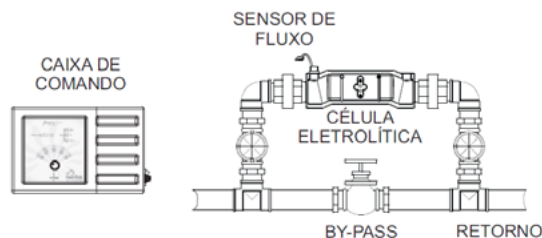

Figura 5
2. Recomendamos que a instalação da célula seja feita num sistema de “by-pass” para garantir que, em caso de manutenção, eles possam ser retirados sem prejudicar o sistema filtrante existente na piscina, além de garantir a regulagem da vazão ideal para o aparelho. Conforme **figura 5**.